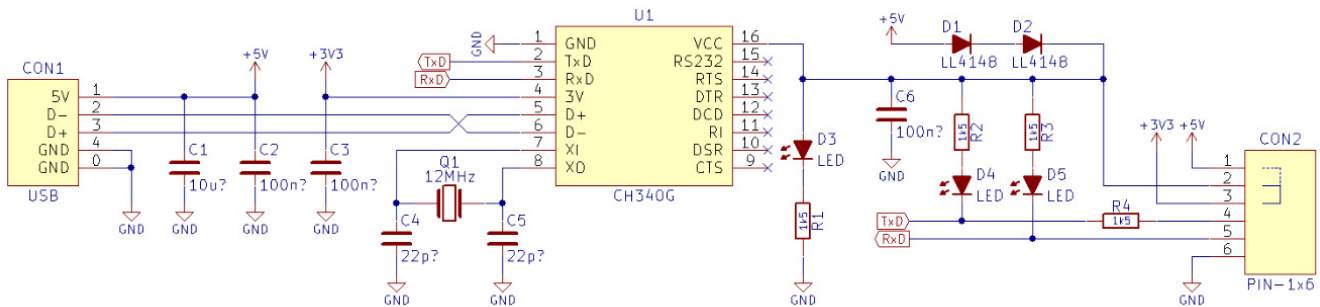

Fig. 5b Schema convertorului USB-TTL cu CH340
Schema convertorului (bazată pe cipul CH340) este dată în fig. 5b:
1. alimentarea la 3.3V direct din convertorul USB-TTL este posibilă, dar doar pentru consumuri mici (<100mA); așa cum se vede pe schema convertorului din fig. 5b, se obțin aprox. 3.3V din 5V prin înserierea a 2 diode (D1 și D2), tensiunea nefiind foarte precisă și, mai ales, curentul printr-o diodă 4148 este max 100mA.